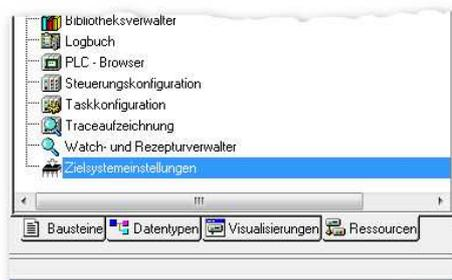

Abb. 1-3: Ändern der Zielsystemeinstellungen
- Wählen Sie im Reiter *Ressourcen* den Punkt *Zielsystemeinstellungen* (Abb. 1-3) aus.